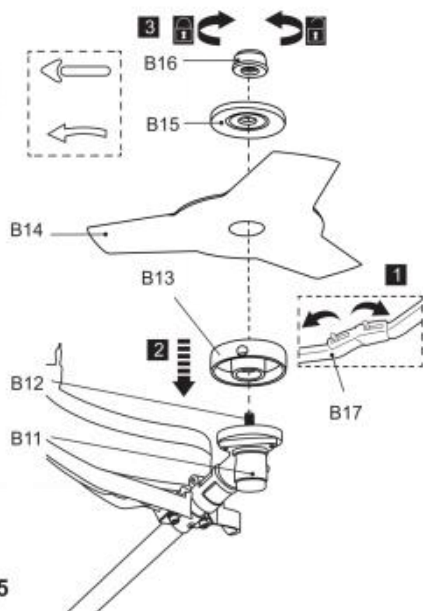

Fig. 5
7) Dra åt muttern (B16) för att säkra skärbladet moturs medan du låser spindeln (B12) med insexnyckeln (E5). Ta bort insexnyckeln efteråt (bild 5).